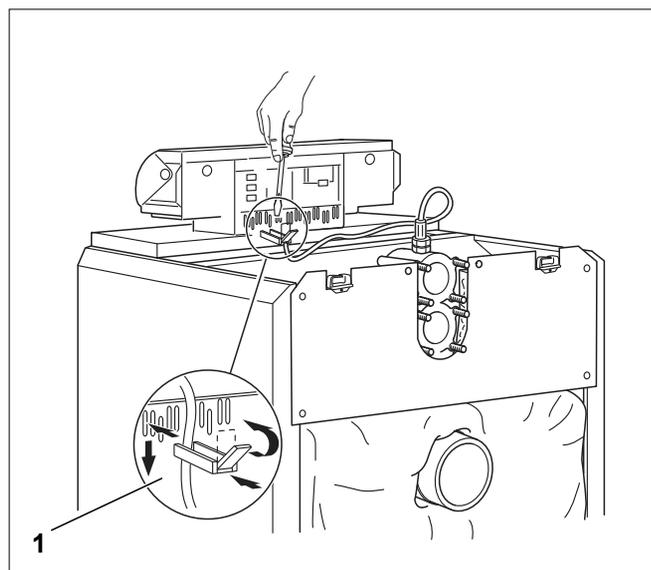

Рис. 47 Крепление электрических проводов
- ▶ Вставьте хомуты с уложенными в них проводами в рамку и закрепите их, повернув рычажок (рис. 47, [1]).